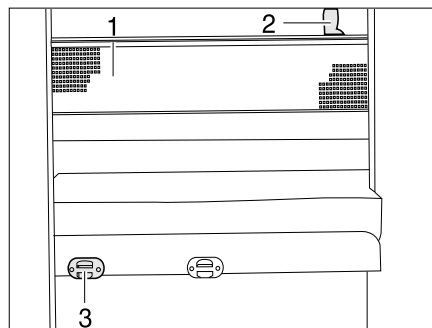

Fig. 176 Filet de sécurité
- Accrocher l'échelle de montée par les longerons sur le bandeau (Fig. 176,3) installé sur le cache.
Le filet de sécurité (Fig. 176,1) de série est rangé entre le matelas et le sommier à lattes. Ne tendre le filet de sécurité qu'une fois que la personne se trouve dans le lit.
- Faire s'enclencher les sangles de retenue (Fig. 176,2) dans les œillets du plafond.